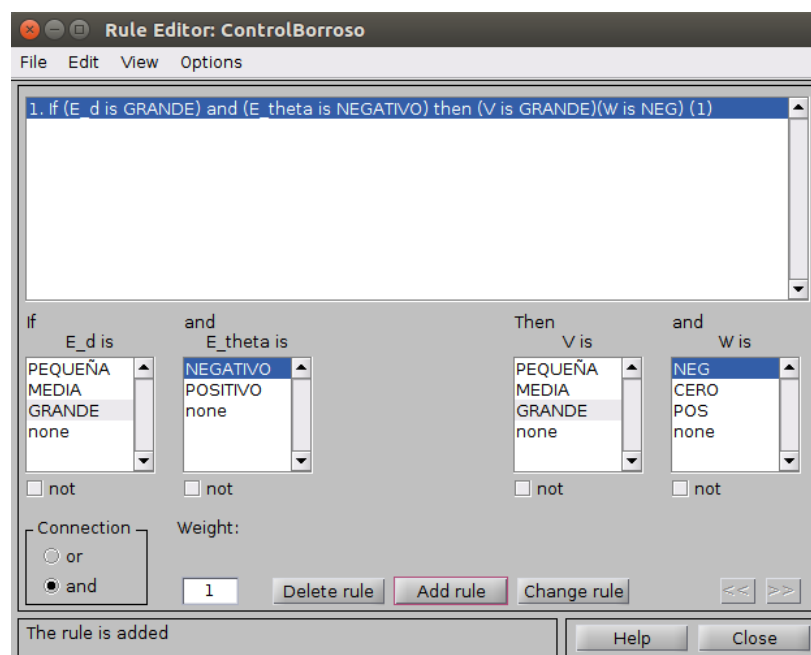

Figura 8. Tabla de reglas del controlador.
- iv. Diseñe la tabla de reglas del controlador mediante la interfaz de diseño de reglas mostrada en la Figura 8.